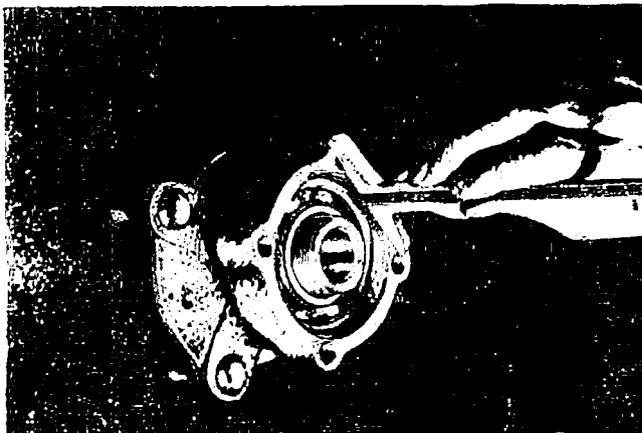

Abb. 18. Prüfung der Lagertiefe
- a) In den Kugellagerdeckel wird das Kugellager eingetrieben und nach Einlegen der Dichtung seine Tiefenlage laut Abb. 18 mittels einer Tiefenlehre gemessen.